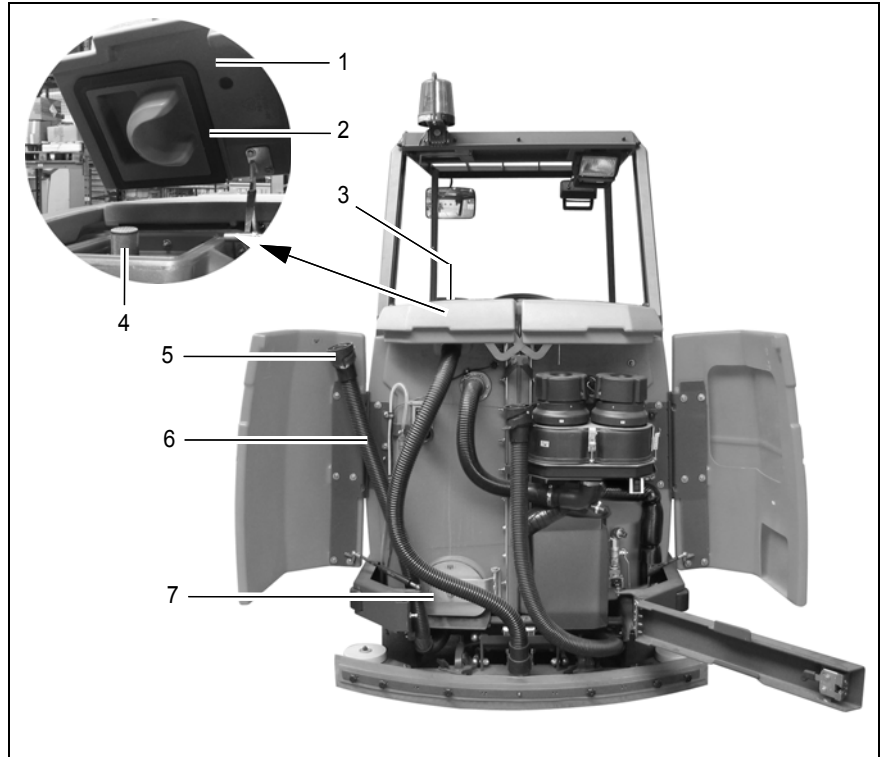

Abb. 29
Der Schmutzwassertank (Abb. 29/3) ist nach Beendigung der Arbeit zu entleeren und auszuspülen.
1. Fahrzeug so abstellen, dass der Ablassschlauch für Schmutzwasser (Abb. 29/6) über einem Abfluss im Boden positioniert werden kann.
4. Ablassschlauch für Schmutzwasser (Abb. 29/6) aushängen und langsam herunterschwenken.
5. Drehverschluss (Abb. 29/5) durch Drehen öffnen. Die Abflussmenge lässt sich durch Drehen des Verschlusses regulieren und durch Verschwenken des Verschlusses bei Bedarf ganz öffnen.
Den Schmutzwassertank (Abb. 29/3) täglich und bei Bedarf reinigen. Hierzu dient die Reinigungsklappe (Abb. 29/7).
8. Deckel (Abb. 29/1) des Schmutzwassertanks öffnen
11. Ablassschlauch für Schmutzwasser (Abb. 29/6) aushängen, langsam herunterhängen und Verschluss (Abb. 29/5) öffnen.
- Den Drehverschluss am Ablassschlauch für Schmutzwasser (Abb. 29/6) täglich reinigen.